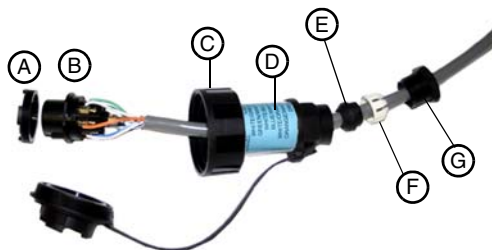
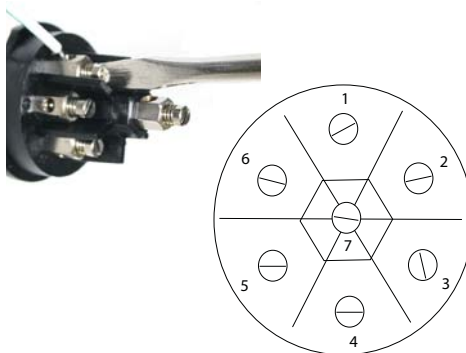

Figure 2-5 Stecker des Schnittstellenkabels
Figure 2-6 Verdrahtung des Steckers
Wenn das Kabel abgeschnitten wurde, die Enden gemäß Abb. 2-5 zusammenfügen und die Drähte gemäß Abb. 2-6 an den Stecker anschließen.
Die Abb. 2-5 zeigt einen Sperring (A), einen Stecker (B), eine Verschlusskappe (C), ein Hauptsteckergehäuse (D), eine Stopfbuchse (E), eine Kabeleinführung (F) und eine Stopfbuchsenmutter (G). Wenn Sie ein Rohr verwenden, wird die Stopfbuchsenmutter durch einen geeigneten Rohrstützen ersetzt.